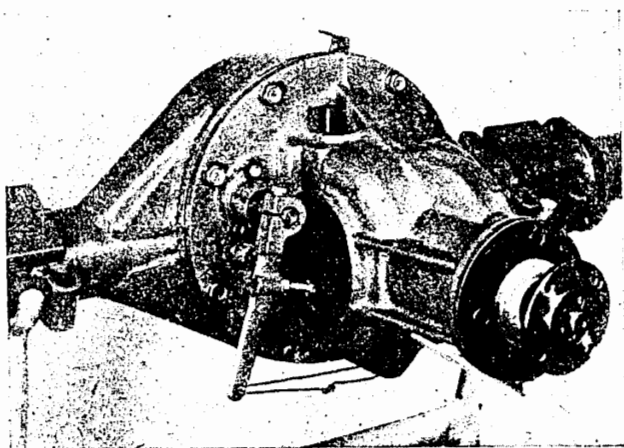

Bild H 3. Differentialsperre eingerastet, Schalthebel angebunden
7. Vor dem Aushängen des Betätigungsseilzuges der Differentialsperre den Schalthebel mit einem Draht am Achsgehäuse anbinden (Bild H 3). Dies ist erforderlich, damit beim späteren Ausbau des Achsgetriebes aus dem Achskörper die Schaltmuffe nicht herausfallen kann.